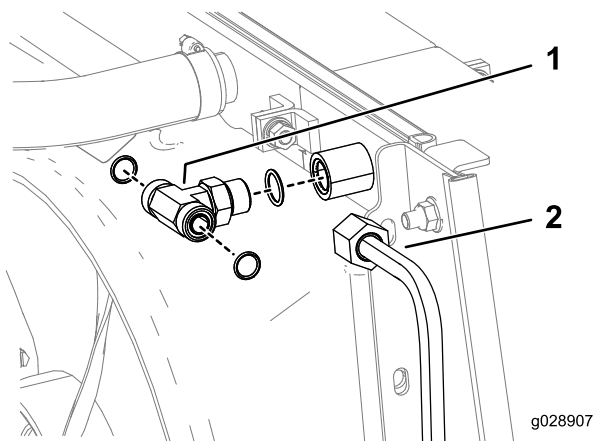

Figura 8
- Se la vostra macchina non è dotata di un raccordo a T sul lato sinistro del refrigeratore dell'olio, scollegate il flessibile e il raccordo e montate il raccordo a T (Figura 8).
- Collegate il tubo del refrigeratore dell'olio al foro sul raccordo a T (Figura 8).